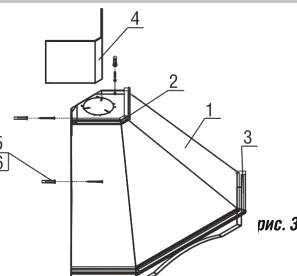

рис. 3
- 6.1 Прежде чем навесить кухонную вытяжку, необходимо верхнее деревянное обрамление (поз. 2, рис. 3) прикрепить к корпусу вытяжки (поз. 1, рис. 3). Снимите защитную полосу с двухсторонней самоклеящейся ленты, которая наклеена на обрамление, затем приклейте его к корпусу вытяжки.